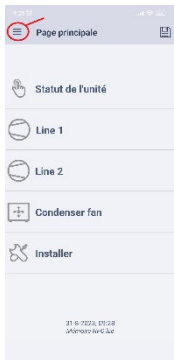

Fig.21
- Sur la page principale ouvrir « » (Fig. 21) puis « Liste paramètre » (Fig. 22)